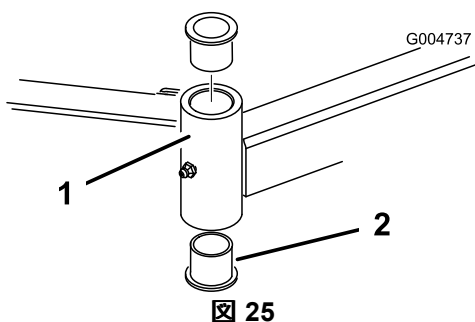

図 25
4. ピンポンチを使って、チューブの上または下からブッシュをたたき出す【図 25】。他のブッシュも、同様にしてチューブから取り外す。チューブの内部をきれいに清掃する。